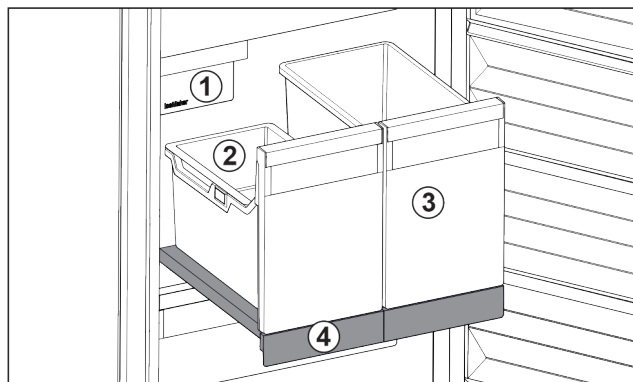

Fig. 88 Vysouvací přihrádka s IceTower
- (1) IceMaker
- (2) Závěsná miska pro kostky ledu
- (3) Nádoba např. pro pizzu, alkoholické nápoje
- (4) Vysouvací přihrádka
Na vysouvací přihrádce jsou dvě vysoké nádoby (IceTower). V nádobě Fig. 88 (2) se shromažďují a skladují kostky ledu z IceMaker. Nádoba Fig. 88 (3) se hodí pro skladování vysokých potravin jako pizzy nebo alkoholické nápoje.